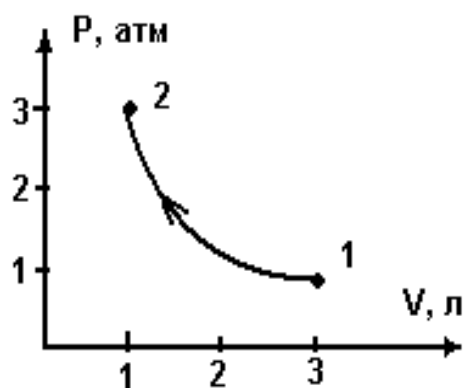

Рис. 28
2. Какую работу совершает газ при переходе из состояния 1 в состояние 2 (рис. 28)?